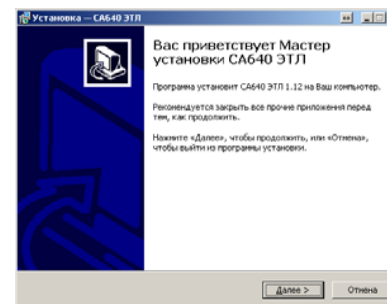

Рисунок 8.1
1) Включить ПК и начать установку программы "CA640 ЭТЛ", для чего из папки "CA640 ЭТЛ", размещенной на инсталляционном диске, входящем в комплект поставки, запустить исполняемый файл  setup_CA640_ETL_xxx.exe (xxx – версия программы). На экране появится окно мастера установки CA640 ЭТЛ (рисунок 8.1).